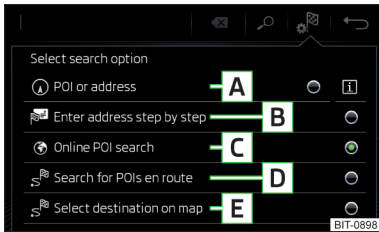

Fig. 220
Touches de fonction » fig. 220
- Puis sélectionnez l'une des options de recherche de destination **A**, **C** ou **D** » fig. 220 à la page 193.
- Appuyez ensuite sur la touche de fonction  → **E** » fig. 220 à la page 193.